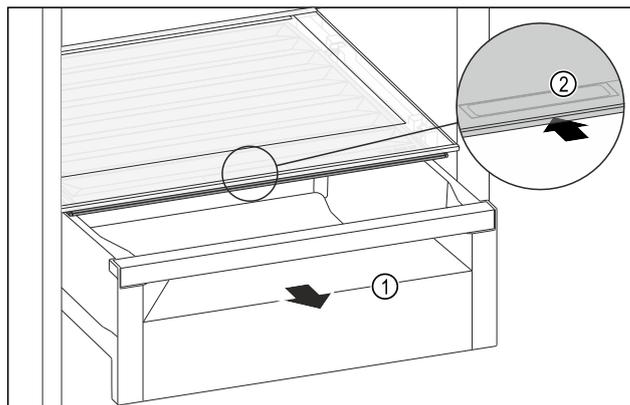

Fig. 109
- Изтеглете чекмеджето Fig. 109 (1).
- Хванете вдлъбнатия захват Fig. 109 (2) на капака на отделението и едновременно с това избутайте назад капака на отделението.